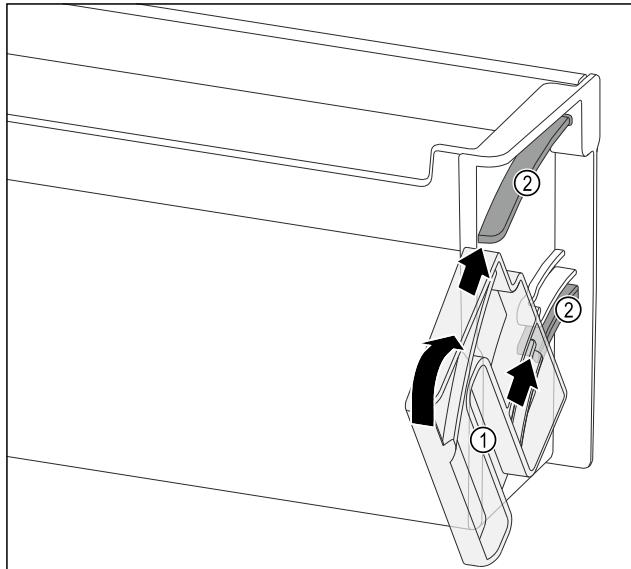

Fig. 127
- ▶ Позиционирайте завъртащото устройство Fig. 127 (1) така, че прорезите да са точно срещу направляващите канали Fig. 127 (2) на рафта на вратата.
- ▶ Завъртете завъртащото устройство Fig. 127 (1) в показаната посока.